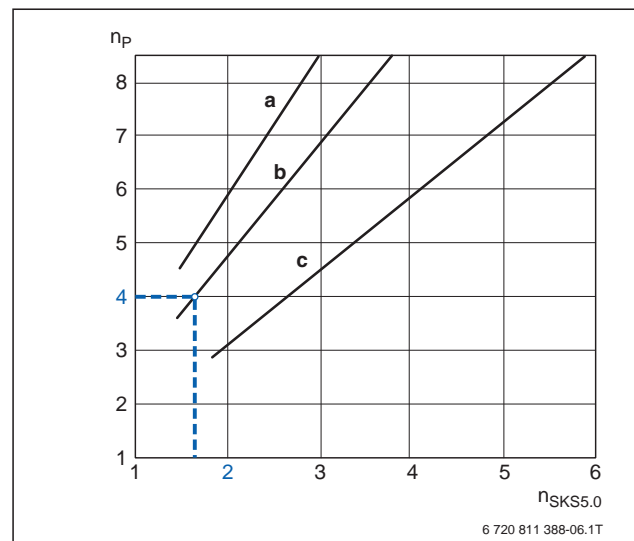
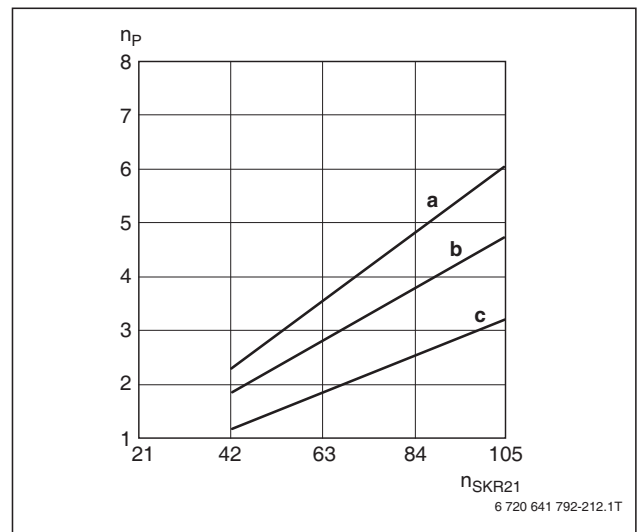

Bild 143 Diagramm zur überschlägigen Bestimmung der Kollektoranzahl Logasol SKS5.0 zur Warmwasserbereitung (Beispiel hervorgehoben)
Bild 147 Diagramm zur überschlägigen Bestimmung der Röhrenanzahl Logasol SKR21.1 zur Warmwasserbereitung
Die Diagramme in Bild 143 bis Bild 147 auf Seite 116 basieren auf einer Beispielrechnung mit folgenden Anlagenparametern:
Bei Bestimmung der Kollektor- oder Röhrenanzahl nach den Diagrammen in Bild 143 bis Bild 147 auf Seite 116 ergibt sich ein solarer Deckungsanteil von ca. 60 %.
- Nach Diagramm in Bild 143, Kurve b, sind 2 Flachkollektoren Logasol SKS5.0 erforderlich.
- 1,6 Kollektoren Logasol SKS5.0 (→ Bild 143 auf Seite 116)